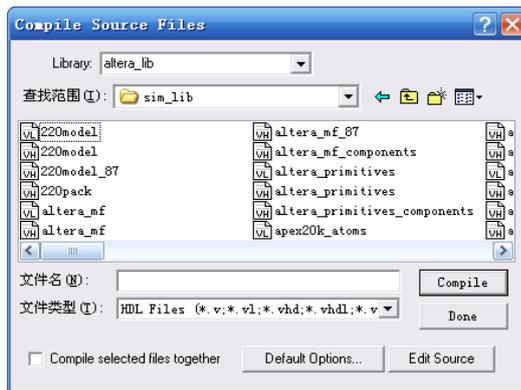

图 57 库的编译
- 4) 在 Workspace 中的 Library 中选中你创建的库 altera_lib,在主菜单中选【Compile】→【Compile...】;在弹出窗口 compile source file 窗口中的【Library】下拉菜单中选中你的库名,在【查找范围】中选择 quarturs 安装目录\quarturs\eda\sim_lib 文件夹下,对它前 8 个文件进行编译,注意需要编译两次,具体办法是先选择这 8 个文件,点击【Compile】,这次会出错,完成后再点击【Compile】,编译成功,点击【Done】,如图 57 所示。